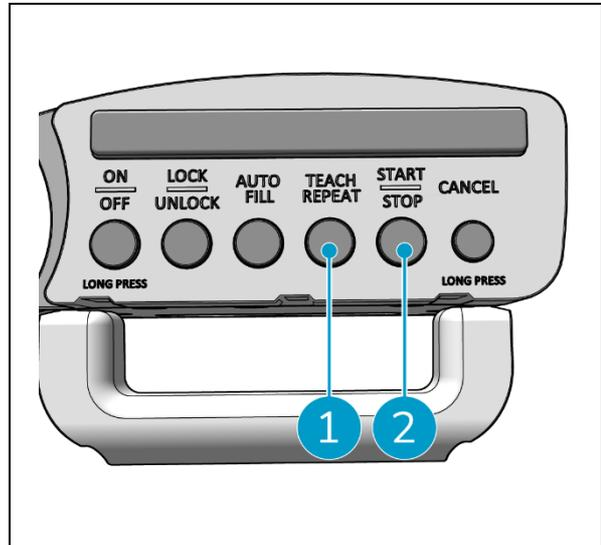

Figura 28
2. Prima o botão Ensinar repetição (Figura 28, pos. 1). O botão Ensinar repetição fica branco.
3. Guie o i-walk à volta da área que pretende limpar. Quando chegar ao ponto de partida, o botão Iniciar/Parar (Figura 28, pos. 2) piscará a azul.